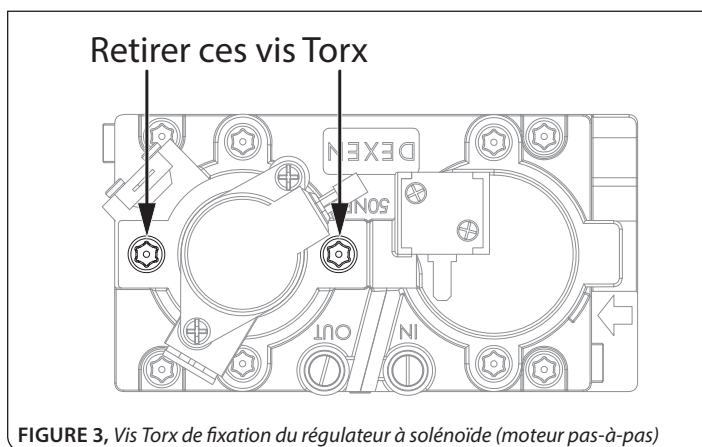
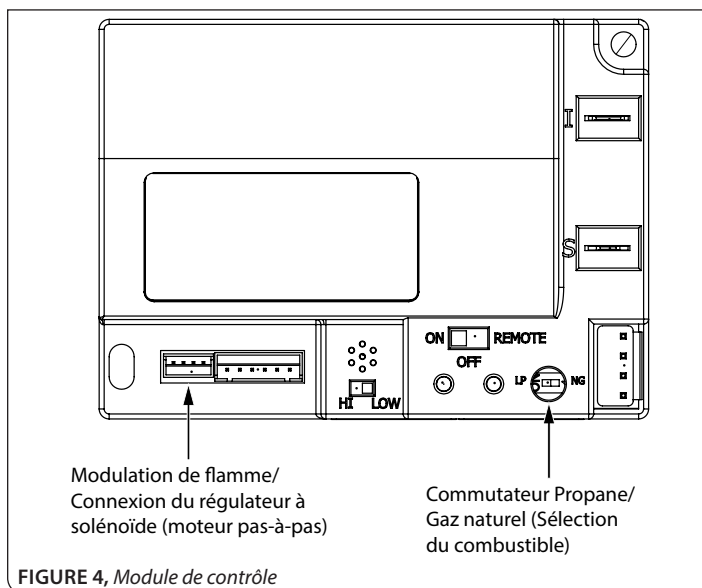

FIGURE 3, Vis Torx de fixation du régulateur à solénoïde (moteur pas-à-pas)
FIGURE 4, Module de contrôle
Étape 1: Avec un tournevis Torx T20 (embout en étoile), retirez les (2) vis du régulateur à solénoïde. Voir **FIGURE 3**.
Étape 5: Fixez le régulateur à la valve de gaz avec les (2) vis retirées précédemment. **NE LES SERREZ PAS TROP!**
Étape 6: Connectez le connecteur à 4 broches du nouveau régulateur à solénoïde dans la prise correspondante du module de contrôle, tel que montré (**FIGURE 4**, coin inférieur gauche).
Étape 7: Réglez le commutateur de sélection du type de combustible en le glissant à la position «LP». Voir **FIGURE 4**.